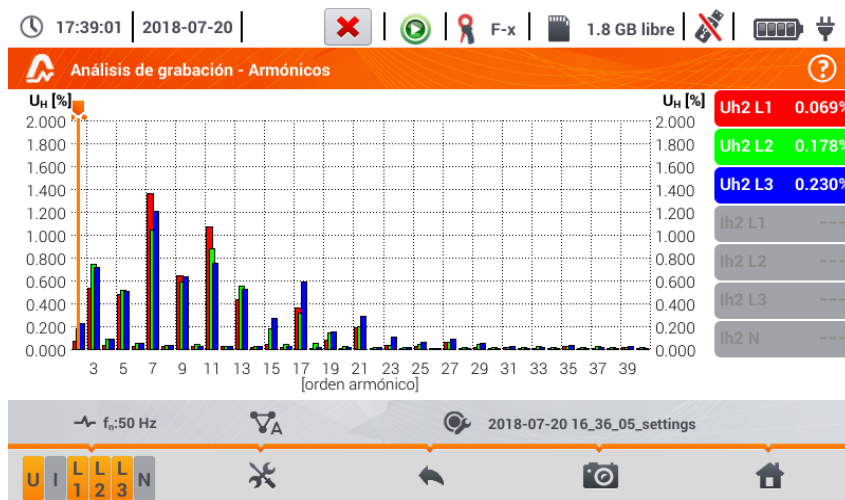

Fig. 6.23. Lecturas actuales – armónicos – vista de barras
Si en la **sección 6.8** paso ③ se ha seleccionado el icono , se mostrará la pantalla como en la **Fig. 6.23**. Un espacio de trabajo consiste en un gráfico, el menú de etiquetas y el menú de iconos de función.